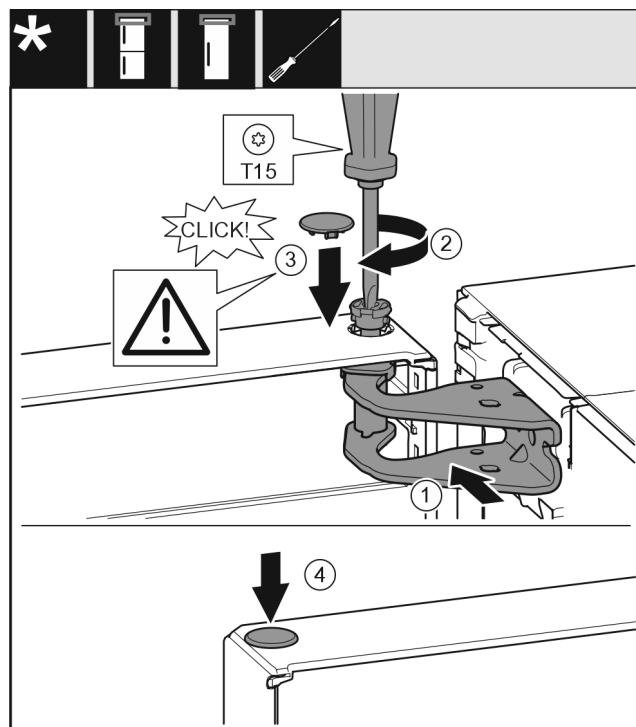

Fig. 24
- Выровняйте дверь вверху по отверстию в опорном кронштейне Fig. 24 (1).
- Вставьте палец Fig. 24 (2) и затяните отверткой.
- Установите крышку Fig. 24 (3).
- Проследите за тем, чтобы крышка Fig. 24 (3) прилегала к дверям.
- Установите крышку Fig. 24 (4).